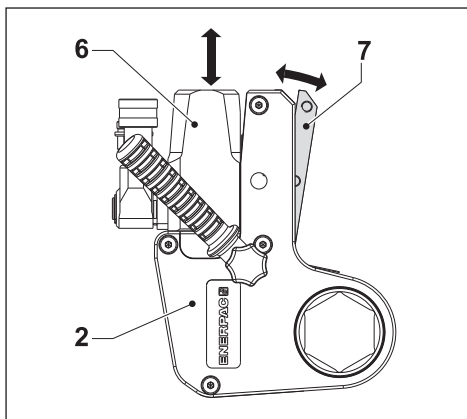

图 4
3.3.1 要拆卸驱动盒 (图 4 和 5)
(图 4 和 5)